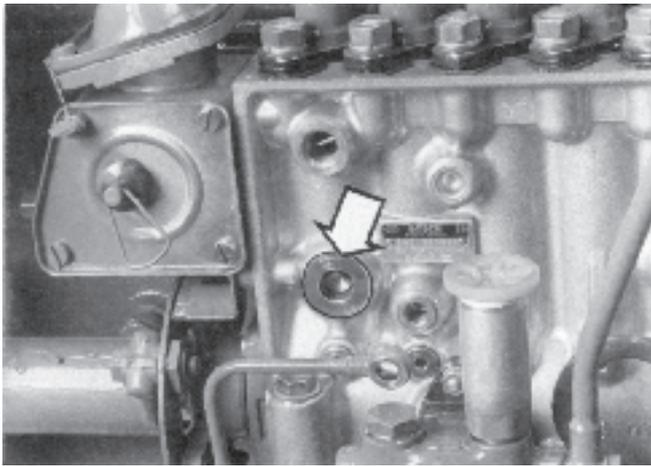

Fig. 129. Bouchon 6 pans intérieurs
9. Enlever le bouchon à 6 pans intérieurs avec la rondelle (figure 129) pour que le poussoir N° 1 soit visible (6P-8 mm).
4. Enlever le bouchon à 6 pans intérieurs avec la rondelle (figure 129) pour que le poussoir N° 1 soit visible (6P-8 mm pour la série 60 et 12 mm pour la série 70.)